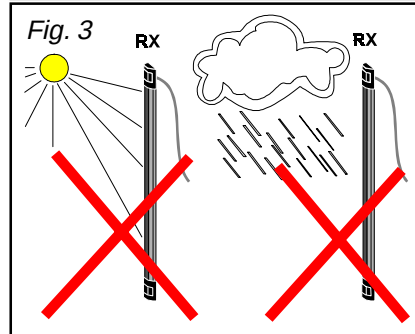

Fig. 3
- Non orientare il ricevitore contro la luce solare diretta oppure esposto direttamente alle intemperie (fig. 3).
- Ne jamais orienter le récepteur face au soleil et éviter l'exposition aux intempéries (fig. 3)*
- Never direct the receiver towards the sunlight and avoid the exposure to inclemency of weather (fig. 3)*